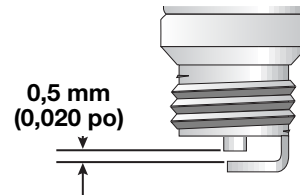

Fig. 31
3. Remplacez toute bougie fendillée, encrassée ou sale. Réglez l'écartement à **0,5 mm (0,020 po)** à l'aide d'une jauge d'épaisseur (Fig. 31).